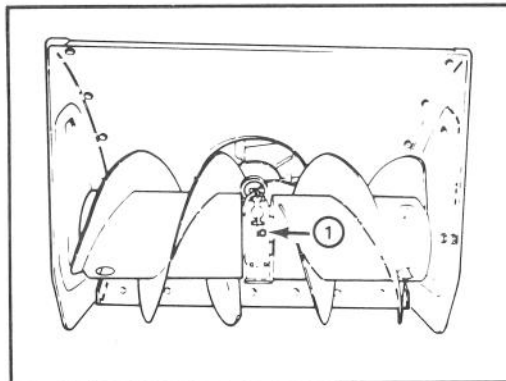

Figure 23
### HUILE DE LA BOÎTE D'ENGRENAGE DE LA TARIÈRE (Fig. 23)
3. Retirez l'obturateur de tuyau de la boîte d'engrenage (Fig. 23).